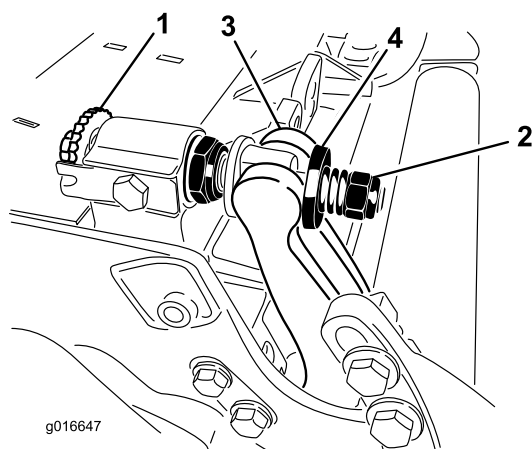

Figure 30
1. Tournez les vis de réglage de la barre d'appui dans le sens antihoraire pour éloigner la contre-lame du cylindre (Figure 30).
2. Faites sortir l'écrou de tension du ressort jusqu'à ce que la rondelle ne soit plus tendue contre la barre d'appui (Figure 30).